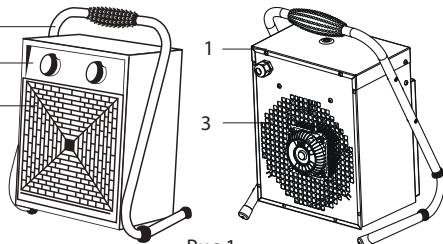
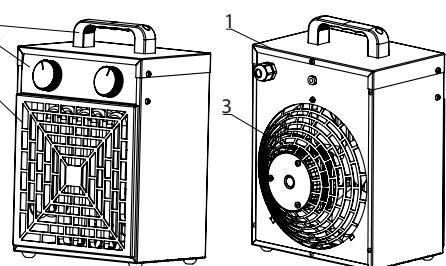

Рис.1
Рис.2
Несущая конструкция тепловентилятора (см. рис. 1 и рис. 2) состоит из корпуса (1), ручки (2) (для моделей KVF-E2-12, KVF-E3-12, KVF-E5-12, KVF-E9-32) или ручки-подставки (2) (для моделей KVF-E15-32, KVF-E24-32, KVF-E30-32, KVF-E36-32). Вентилятор (3) расположен в задней части тепловентилятора. Блок управления расположен в верхней части корпуса под крышкой. Органы управления вынесены на переднюю панель (4). Внутри корпуса расположены трубчатые электронагревательные элементы, закрыты с лицевой стороны тепловентилятора решеткой (5). Воздушный поток, втянутый вентилятором в корпус, проходя между трубчатыми электронагревательными элементами, нагревается и подается в помещение через решетку.